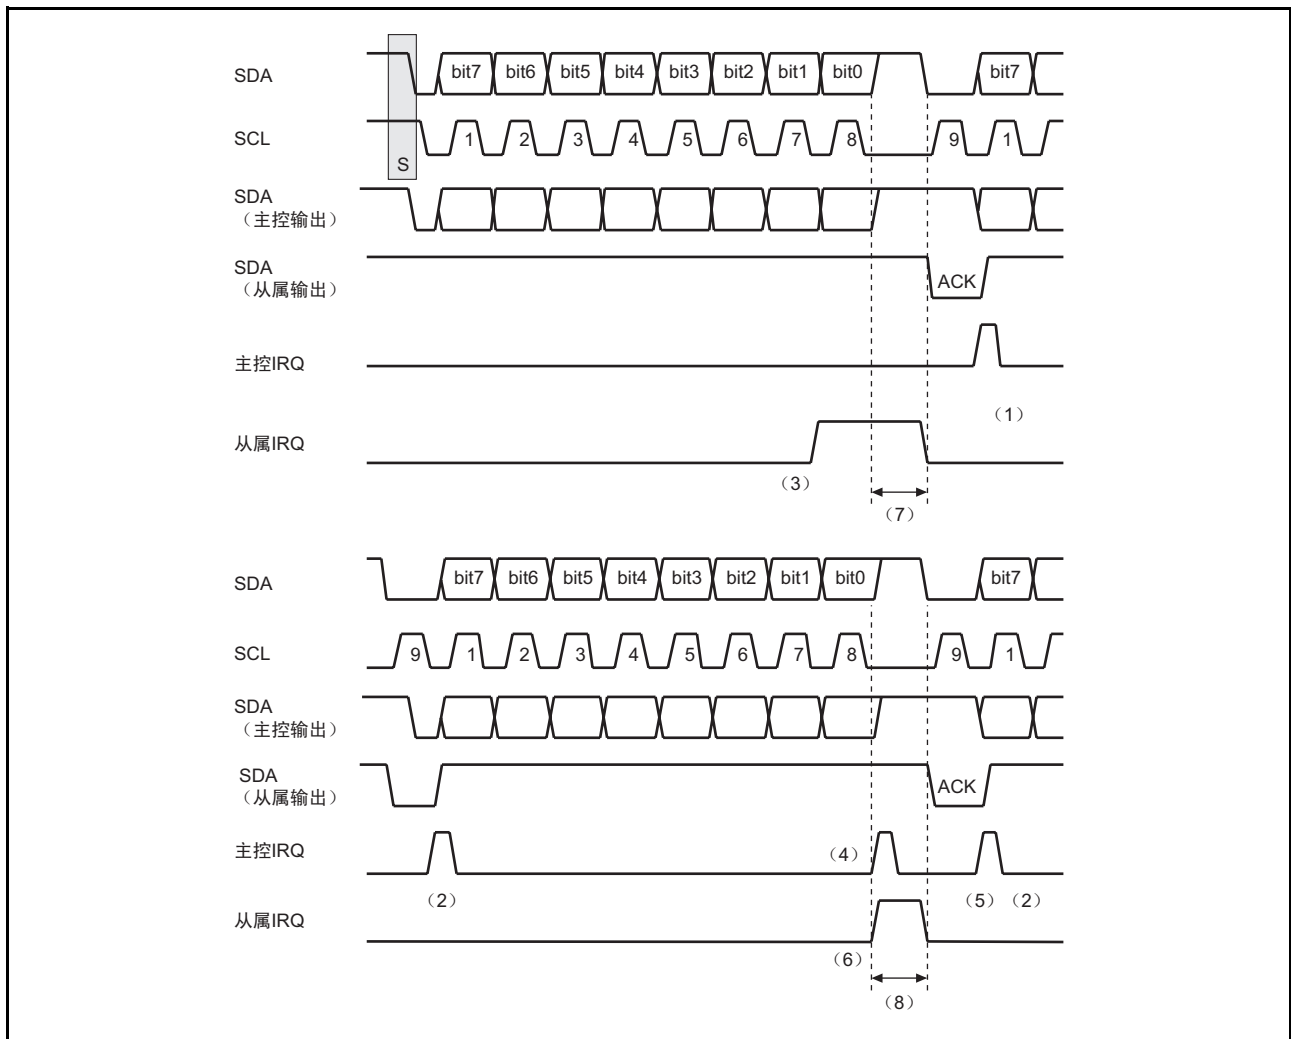

图 16.9 数据传送模式的运行时序
主控发送模式中的发送步骤和运行如下所示，主控发送模式的时序图如图 16.9 所示。将主控控制寄存器的 MD_{BS} 位置位，使 IIC 以单缓冲器模式运行。
3. 在送出发送开始条件、从属地址和数据发送方向的信号后，通过主控状态寄存器的 MAT 位和 MDE 位，在图 16.9 (1) 所示的时序产生中断。然后，必须清除 ESG。为了暂停数据发送，主控设备在清除 MDE 位前将 SCL 保持为低电平。
4. 通过 SAR，在图 16.9 (3) 所示的时序产生中断。如果从属设备的 IRQ 处理延迟，为了暂停数据发送，从属设备就延迟 SCL 的期间 (图 16.9 (7) 所示的时序)。从属设备在第 9 个时钟将 SDA 置为低电平，并且返回 ACK。
5. 数据传送是 8 位加上 1 个 ACK 位，即以 9 位为单位进行的。通过 MDE (bit3)，在数据传送前的第 9 个时钟 (图 16.9 (2) 所示的时序) 产生中断；通过 MDT (bit2)，在 1 个字节数据传送后的第 8 个时钟 (图 16.9 (4) 所示的时序) 产生中断，必须在设定传送数据后清除 MDE；通过从属设备的 SDR (从属接收数据)，在第 8 个时钟 (图 16.9 (6) 所示的时序) 产生中断，必须在从属设备读接收数据后清除 SDR。如果该处理延迟，为了暂停数据发送，从属设备就延长 SCL 的期间 (图 16.9 (8) 所示的时序)。
6. 为了结束数据传送，通过主控状态寄存器的 MNR (bit6)，在从属设备的 ACK 为 1 (Nack) 时的第 9 个时钟产生中断 (图 16.9 (5) 所示的时序)。主控设备接受此 Nack，并且输出数据的传送结束条件。在主控设备结束数据发送时，必须在将主控控制寄存器的 FSB (bit1) 置位后输出暂停条件。如果发送或者接收完字节数据的最终位，IIC 模块就取 FSB 的值，进入停止状态。因此，为了在预先决定的字节数的数据传送后结束通信，需要在开始传送最后的字节数据前设定 FSB。
在时钟下降后生成图 16.9 的时序 (1) ~ (6)。